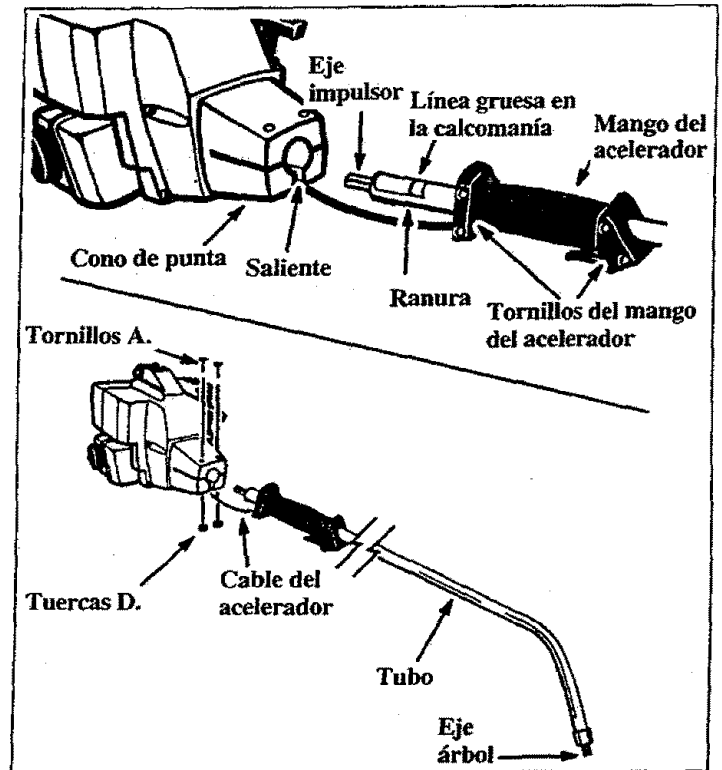

Figura 1
### 1. TUBO (Figura 1)
- a. Inserte los tornillos A y las tuercas D en el cono de punta. Figura 1. Ajuste con la llave hexagonal (provista) justo lo suficiente como para mantener las piezas juntas.
- c. Inserte el tubo a través del mango del acelerador como se muestra en la Figura 1.